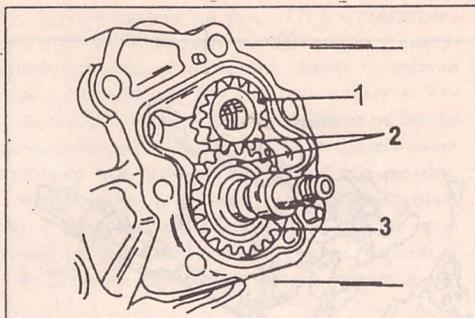

Рис. 92.
- Вставить левый вал в блок цилиндров и одновременно установить передний картер на блок цилиндров, как это показано на рис. 92 для двигателя "G3". У двигателя "G6" работа выполняется аналогично с той лишь разницей, что шестерни масляного насоса при этом не видны, т. к. они находятся внутри.